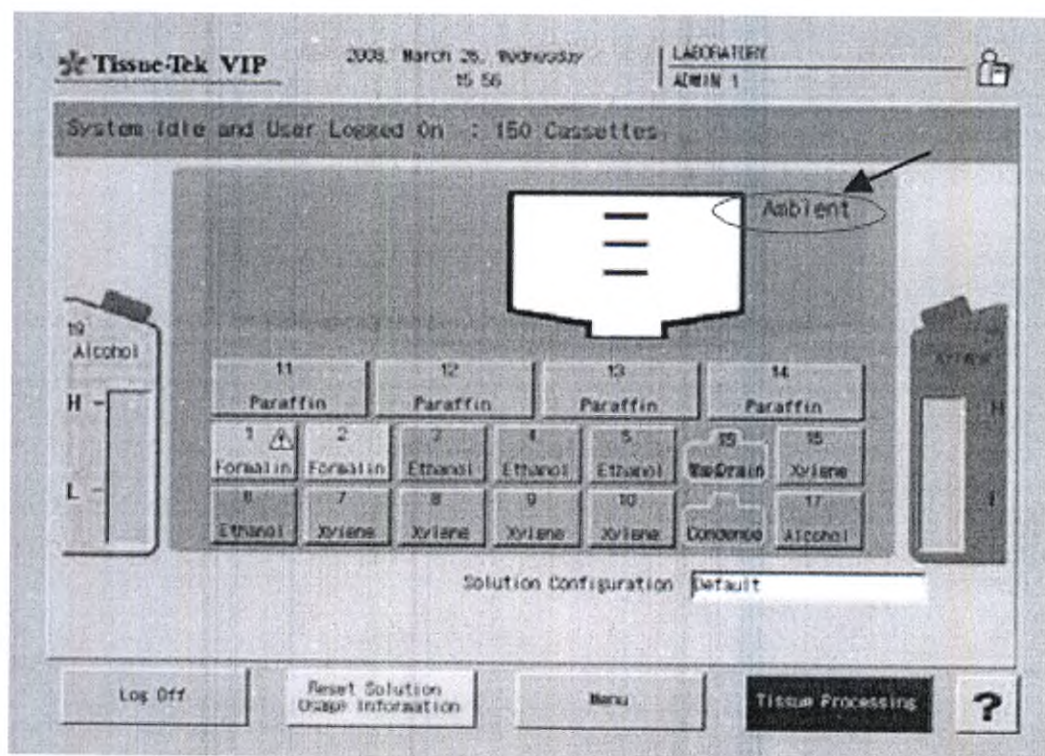

Рис. 1 Дисплей перед открытием крышки реторты
- никогда не пытайтесь открыть крышку реторты, если на дисплее присутствует надпись «Vacuum» («Вакуум») или «Pressure» («Давление»). Открывайте крышку только тогда, когда на дисплее будет надпись «Ambient» («Атмосферное давление») (Рис. 1). Если открыть задвижку крышки реторты, то давление внутри реторты, за счет предохранительного клапана, автоматически сравняется с атмосферным. Перед тем, как открыть крышку, дождитесь, чтобы на дисплее появилась надпись «Ambient» («Атмосферное давление»).